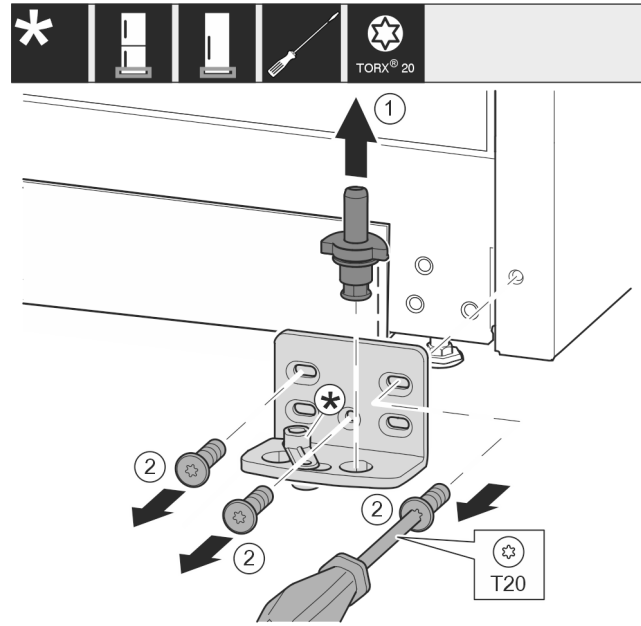

Fig. 12
- Vedä laakeripultti Fig. 12 (1) kokonaan ylöspäin ulos.
- Kierrä ruuvit Fig. 12 (2) ulos ruuvimeisselillä ja ota laakerijalusta pois.